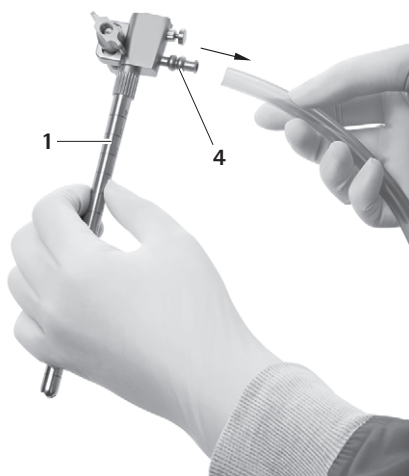

Рис. 12
- ▶ Снять шланг с промывочного разъема 4, см. Рис. 12.